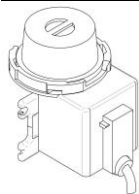

FIG.2
- Per prima cosa rimuovete la protezione della girante Fig.2 da conservare in quanto può servire a fine stagione quando il prodotto verrà riposto per l'inverno.
- Fate attenzione a non perdere la guarnizione (8) che si trova sotto il cuscinetto anteriore (6).
- E' consigliabile utilizzare la protezione della girante (Fig.2) per la corretta conservazione della pompa.